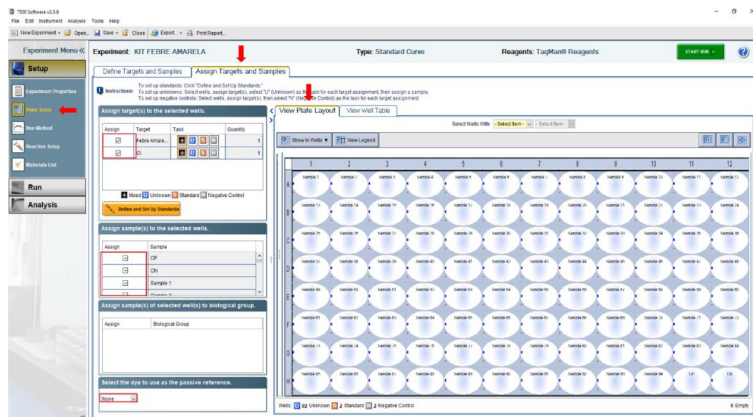

Figura 05: Configuração da aba **Assign Targets and Samples**.
- Selecionar cada poço da placa e atribuir a amostra que corresponde aquele poço na seção **Assign sample(s) to the selected wells**, conforme exemplo apresentado na Figura 05;